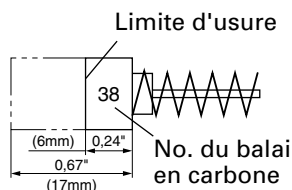

Fig. 20
3. Inspection des balais en carbone (Fig. 20)
REMARQUE: Utiliser le balai en carbone HITACHI No. 38 indiqué sur la Fig. 20.